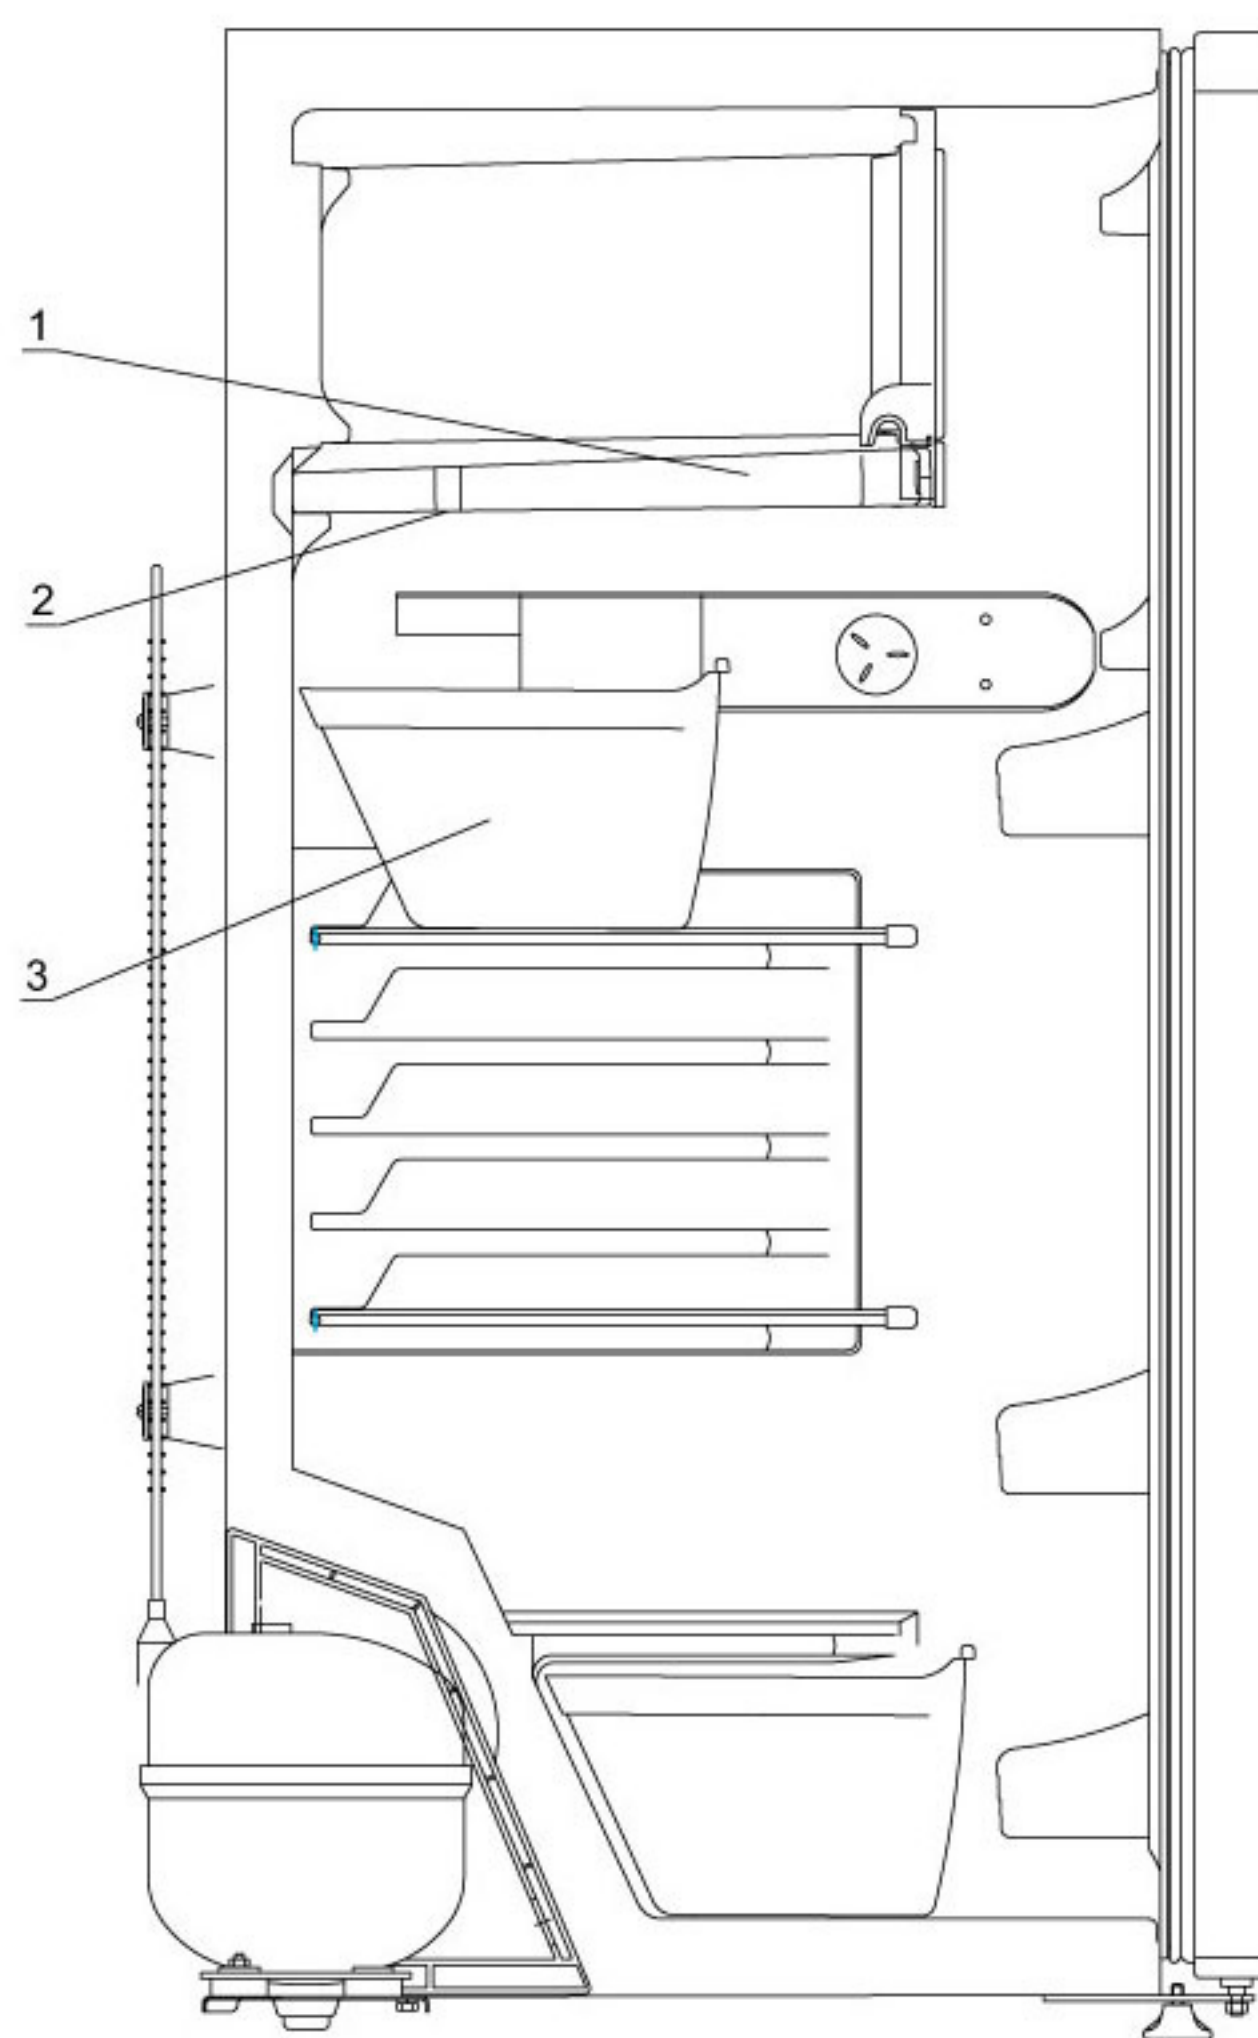

Рисунок 6 - Схема сбора талой воды из НТО однокамерного холодильника.
7.3.4 В однокамерных холодильниках (рисунок 6) для сбора талой воды поставьте сосуд 3 на верхнюю полку ХК. Вода через отверстие 2 в поддоне 1 будет стекать в сосуд. Когда снежный покров растает полностью удалите поддон, нажимая на защелки, расположенные на боковых сторонах поддона.